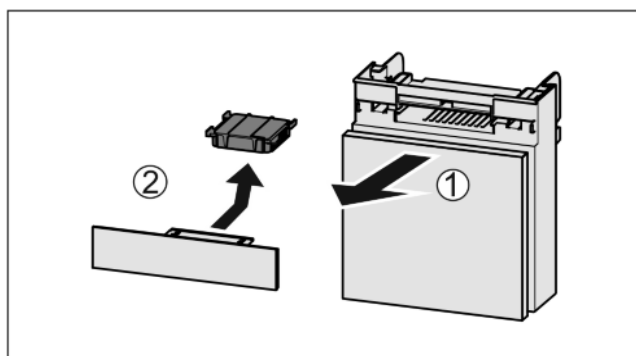

Fig. 41
- ▶ Wyciągnąć Fig. 41 (1) komorę do przodu.
- ▶ Wyjąć Fig. 41 (2) filtr z węglem aktywowanym.